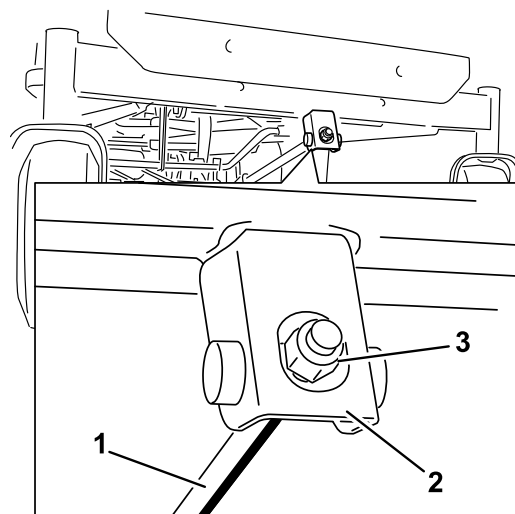

Figure 62
1. Tournez l'écrou de réglage à l'avant du tablier de coupe (Figure 62).